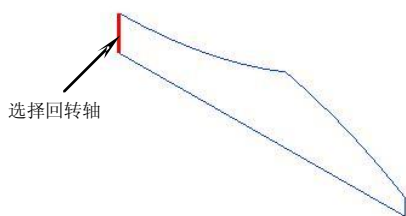
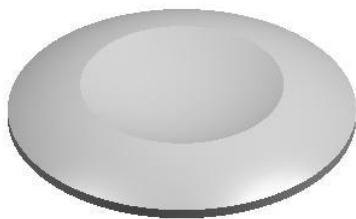

图5-75
图5-76
4. 选择前两步绘制的草图轮廓，在【成形特征】工具条中单击【回转】按钮，弹出【回转】对话框。在【结束】输入框中输入“360”，单击 **MB2** 按钮，然后选择图 5-75 所示的回转轴，最后单击 **确定** 按钮创建特征，结果如图 5-76 所示。